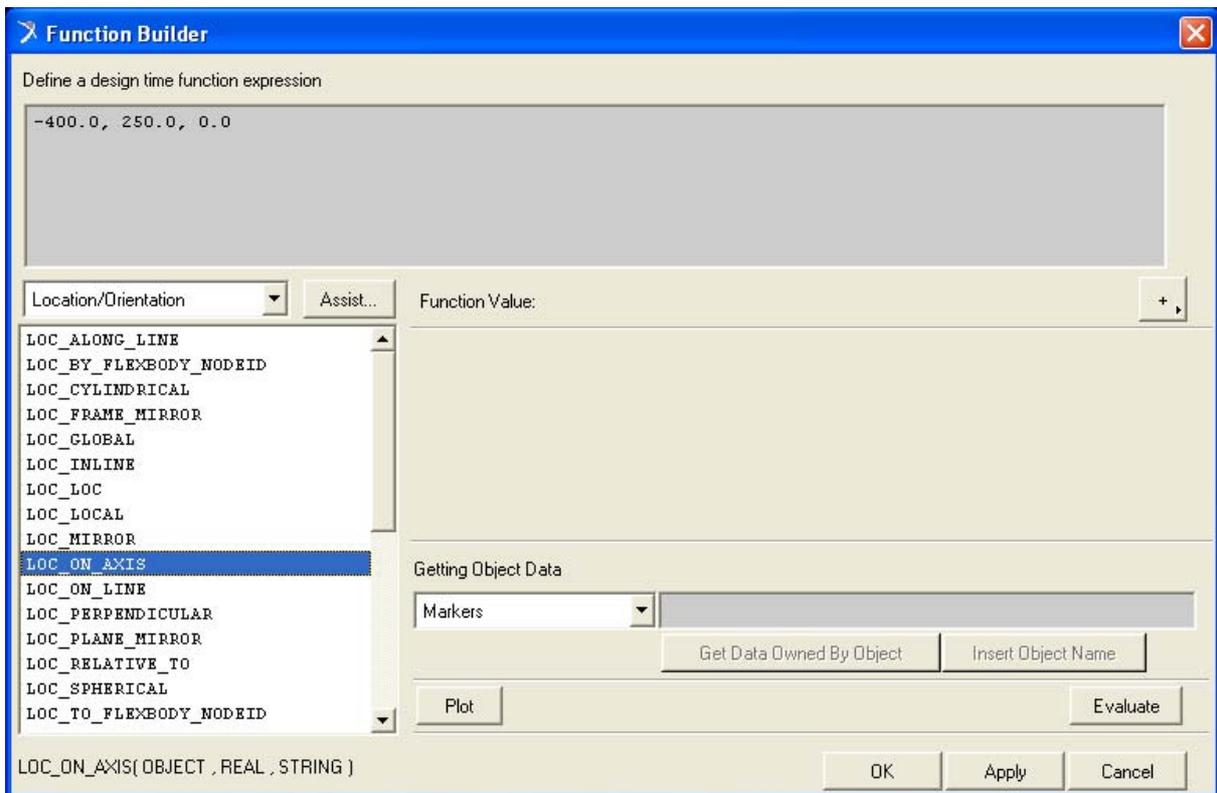

Рис. 52
Параметризация функциями представляет собой замену статических характеристик объекта, которые определяются числами или дизайн-переменными, выражениями переменного результата, зависящими, например от координат других объектов или других параметров модели. Для использования функций параметризации необходимо в строке характеристики объекта, которую нужно параметризовать, нажать правую кнопку мыши и выбрать пункты **Parametrize – Expression Builder**. Раскроется окно конструктора функций (рис. 52)
- группу функций, на рис. 52 выбрана группа, отвечающая за параметризацию положения и ориентации объектов (**Location/Orientation**).
- функцию из группы, на рис. 52 выбрана функция **LOC_ON_LINE**. Полный вид выбранной функции отображается в нижней части окна. При двойном щелчке левой кнопки мыши на выбранной функции, строка с ее названием и обобщенными аргументами появляется в окне редактирования.